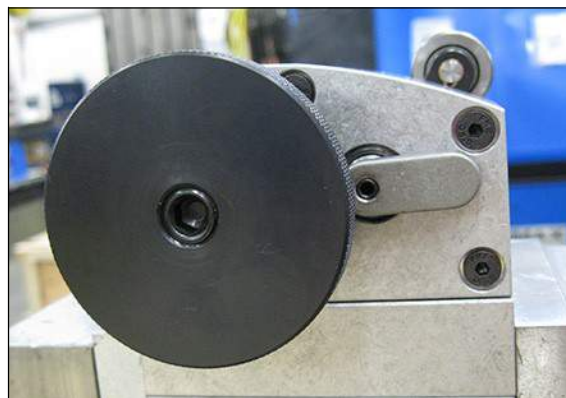

Рис. 5-3. Положение кулачкового ключа и рычага
2. Отрегулируйте ключ и кулачковый рычаг так, чтобы они были установлены, как показано справа на рис. 5-3.